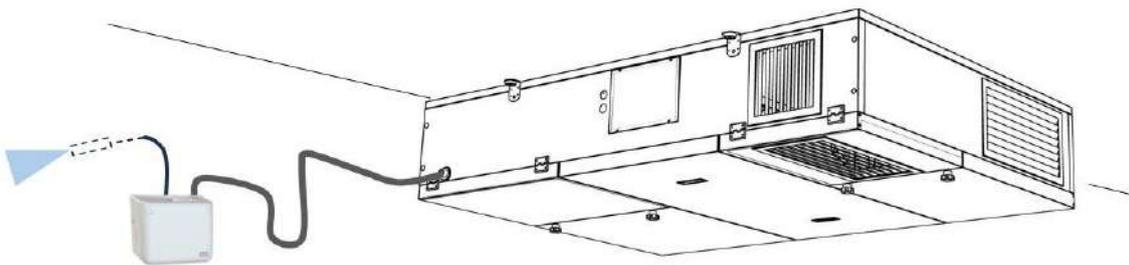

Fig.34
- Realizzare un foro sulla parete per portare all'esterno dell'edificio il tubo di mandata della pompa con l'apposito ugello nebulizzatore: posizionare l'ugello in modo che sporga leggermente dalla parete e consentire una sua facile estrazione dall'interno per eventuale manutenzione (Fig.34).
- Drill a hole on the wall to bring the pump discharge pipe with the appropriate spray nozzle outside of the building: position the nozzle so that it protrudes slightly from the wall and allows it to be easily removed from the inside for any maintenance (Fig. 34).